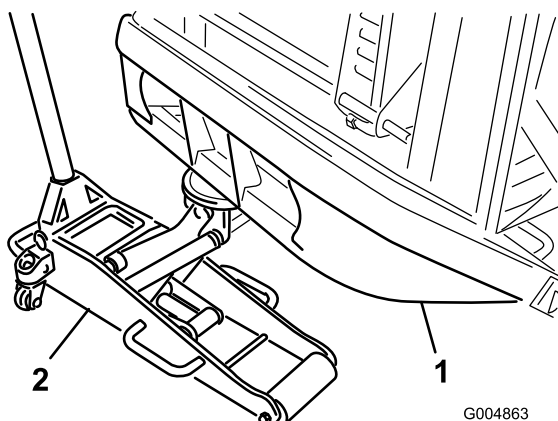

Figura 31
- Collocate un martinetto adatto allo scopo sotto il tubo del paraurti posteriore e sollevate le ruote posteriori dal suolo (Figura 31).